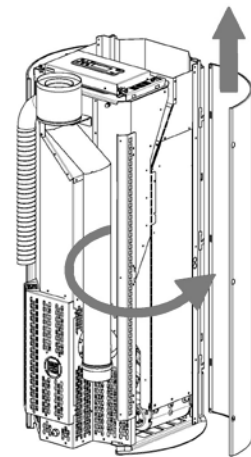

Fig. 38 - Retrait du panneau
- Ouvrir le côté et le décrocher des dents (voir Fig. 38).